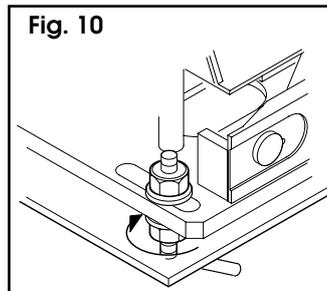

Fig. 10
- 11) Pour obtenir le jeu nécessaire entre le pignon et la crémaillère, il faut abaisser le motoréducteur de 1,5 mm en agissant sur les écrous de support de la plaque à sceller (fig.10).